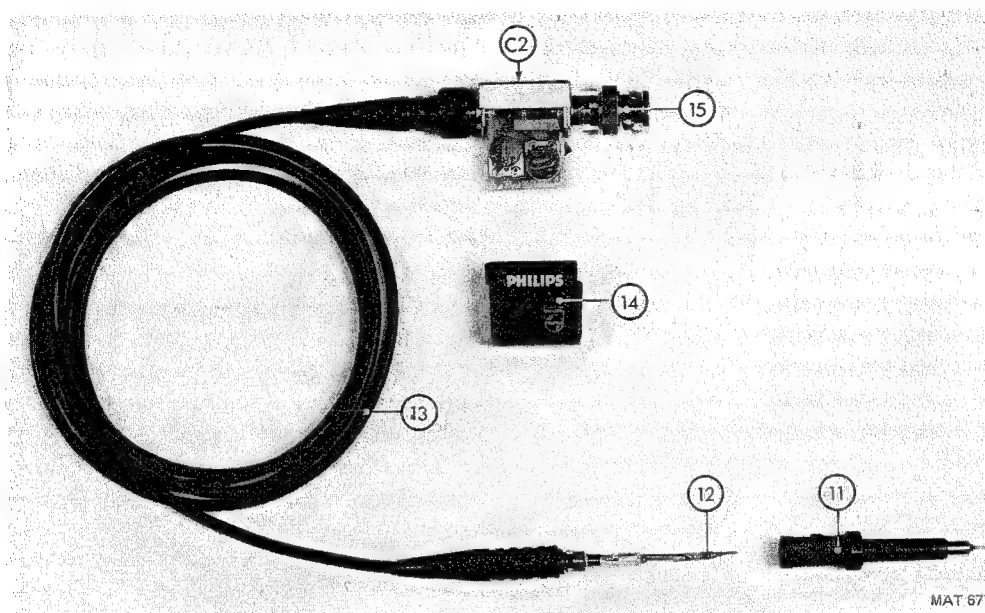

Fig. 1.10 Démontage de la sonde
Démontage de la sonde (voir Fig. 1.10)
Démontage de la boîte de compensation (Fig. 1.10)
1.4.5.1. Composants mécaniques (Fig. 1.10. et 1.11.)